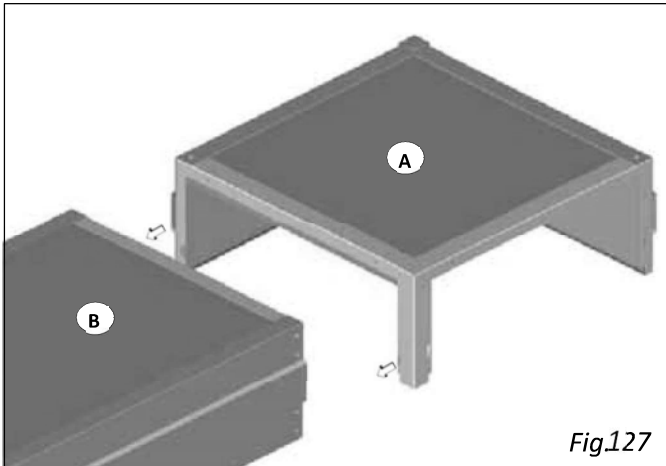
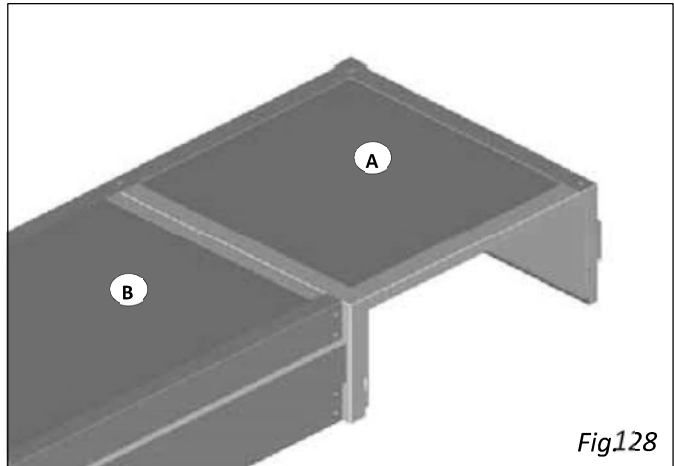

Fig.127
Fig.128
Accrocher le module courbe (A) avec le module linéaire (B) au moyen de l'ergot et de la boutonnière (fig. 127), comme expliqué précédemment. Fixer les modules (fig. 128) au moyen de deux cadres avec vis et écrou comme précédemment expliqué.